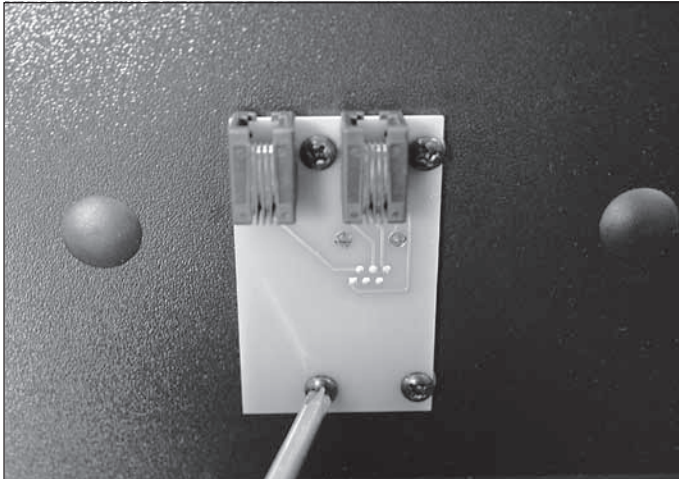

Figura 10. Installazione della scheda di connessione dell'encoder: è presente una rondella su ogni vite, tra la scheda dell'encoder e il pannello laterale.
12. Fissare la scheda di connessione dell'encoder al pannello laterale. Inserire una vite per legno in ciascuno dei quattro fori della scheda di connessione e poi una rondella sulla vite. Facendo scorrere le rondelle fino in fondo al corpo della vite si dovrebbe evitare che le viti cadano durante l'installazione della scheda. L'installazione richiede un po' di destrezza, quindi non scoraggiarsi se sono necessari un paio di tentativi. Allineare le punte delle viti con i quattro fori predisposti nel pannello laterale in modo che il jack modulare si inserisca nel buco rettangolare, quindi avvitare le viti nei fori con un cacciavite (vedere **Figura 10**).